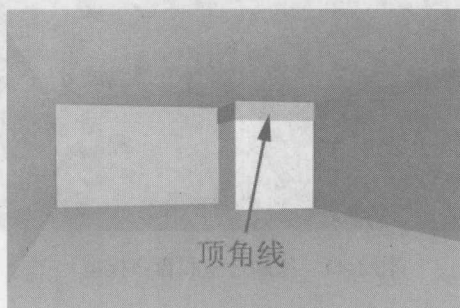

图 1-7 创建的顶角线
(8) 依次单击  →  → **长方体** 按钮，在视图中创建长方体，制作出顶角线，并调整好其位置，如图 1-7 所示。